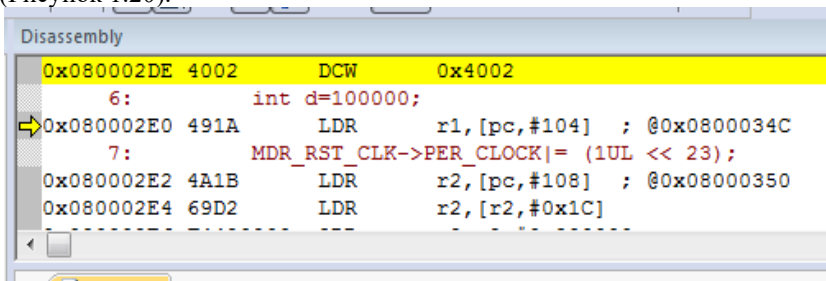

Рисунок 1.20 Окно дизассемблера
2. Окно дизассемблера (Disassembly Window), вызывается нажатием кнопки . Позволяет посмотреть программу на языке ассемблера (Рисунок 1.20).